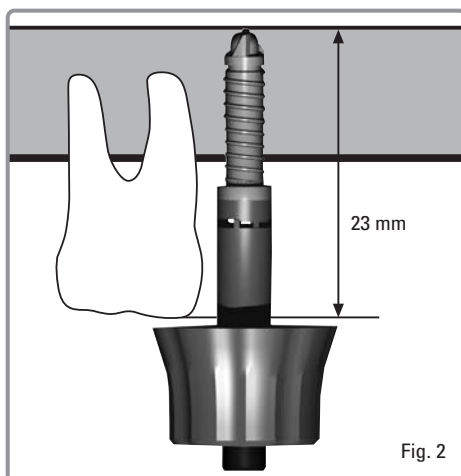

Fig. 2
- Verwenden Sie das SinCrest-Gerät nicht, wenn der vertikale Abstand zwischen Kieferhöhlenboden und Okklusalfäche des an den Behandlungsbereich angrenzenden Zahns mehr als 23 mm beträgt (siehe Abb. 2).